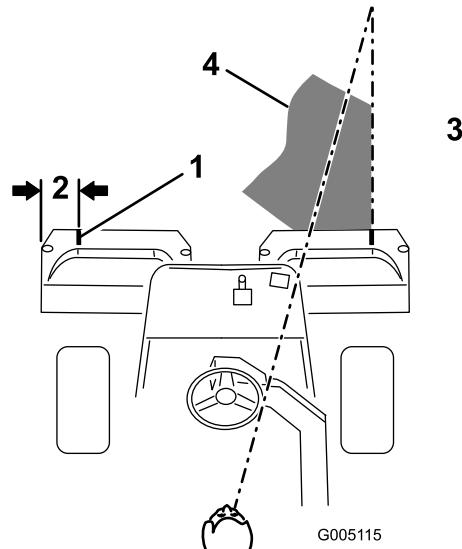
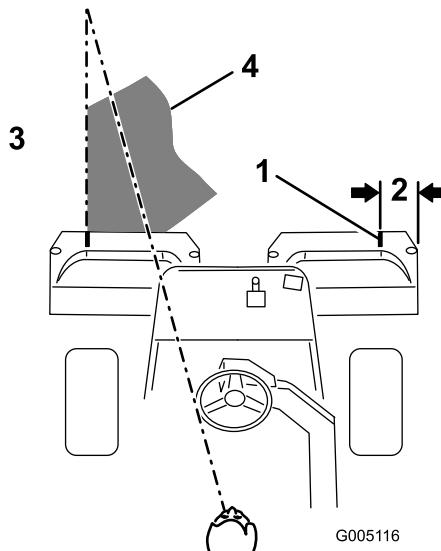

Bild 33
Bild 34
- Bringen Sie einen Streifen weißes Isolierbands an jedem Korb an, oder zeichnen Sie eine Linie. Das Isolierband bzw. die Linie sollten parallel mit der äußeren Kante jedes Korbs verlaufen (Bild 33).
3. Wenn Sie zurückfahren, sollte der neue Mähgang den ersten ein klein wenig überlappen. Damit Sie in einer möglichst geraden Linie über die Grünfläche fahren können und einen gleichmäßigen Abstand zum zuvor gemähten Rasenstück einhalten können, sollten Sie sich eine imaginäre Sichtlinie ungefähr 1,8 bis 3 m vor der Maschine bis zum Rand des noch ungemähten Teils der Grünfläche vorstellen (Bild 33 und Bild 34). Manche Leute finden es auch hilfreich, die äußere Kante des Lenkrads in die Sichtlinie mit einzubeziehen, d.h. sie halten das Lenkrad in einer Linie mit einem Punkt, der immer im gleichen Abstand von der Vorderseite der Maschine bleibt (Bild 33 und Bild 34).